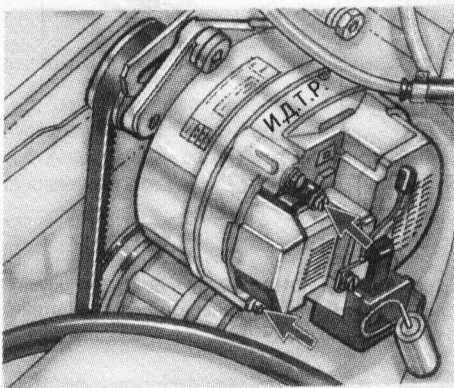

Рис. 9.5. Генератор Valeo
2. Выверните два винта крепления (рис. 9.5)...